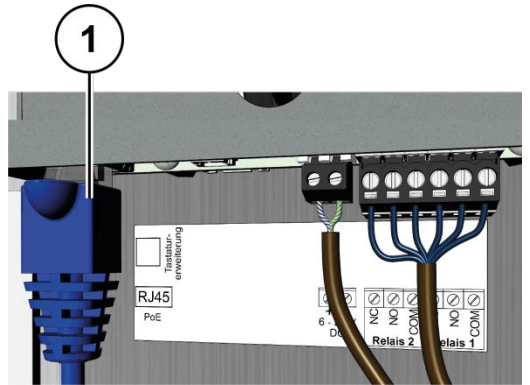

Abb. 4: Leitungen anschließen
- ▶ Schließen Sie die Leitungen gemäß Typenschild an (Abb. 4):
- RJ45 (1)
- Stromversorgung (2)
- Relaisausgang 2 (3)
- Relaisausgang 1 (4)